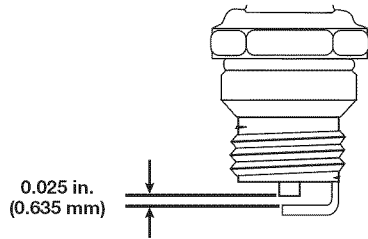

Fig. 24
3. Cambie las bujías que estén rajadas, sucias o deterioradas. Fije la separación de aire a **0,635 mm (0,025 pulgadas)** utilizando un calibrador (Fig. 24).